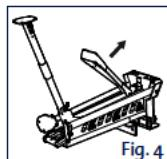

Fig. 4
2. Pivotez le pied avant (15) jusqu'à ce qu'elle s'enclenche en place. Voir Fig. 4.